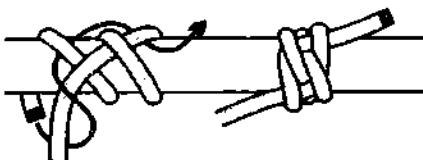

Рис. 623. Эскимосский гарпуновый узел.
**Эскимосский гарпуновый узел** представляет собой смесь **пикетного и мельничного узла** (рис. 623). Узел тугой, крепкий и надёжный.